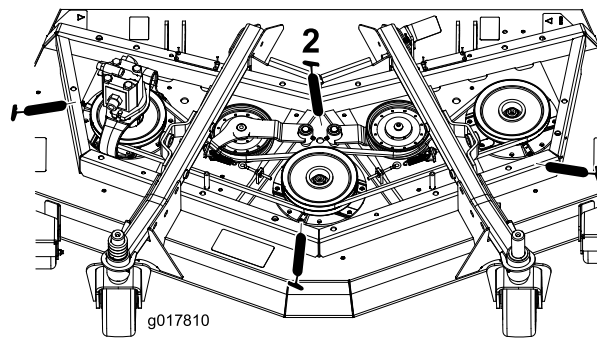

Bild 62
- Drei Spindelwellenlager (unter der Riemenscheibe) (Bild 62)
- Zwei Spannarm-Drehbüchsen (Bild 62)